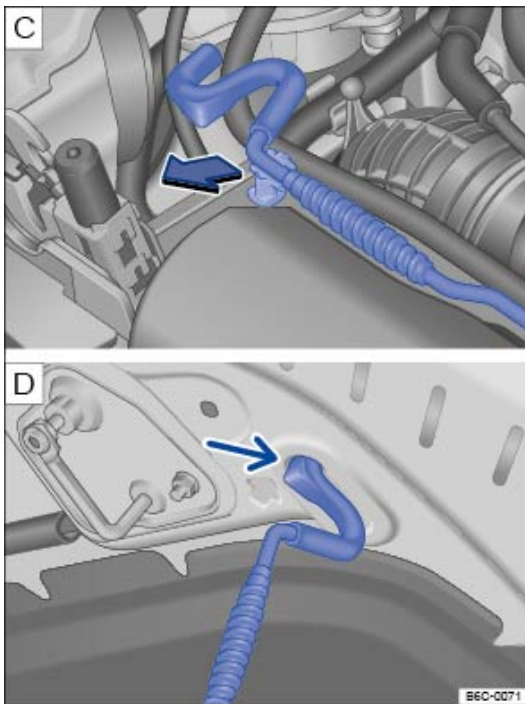

Fig. 183 Dans le compartiment-moteur : béquille de capot-moteur dans la fixation. Sur le capot-moteur : logement pour béquille de capot-moteur
- Retirez la béquille de capot-moteur de sa fixation ⇒ Fig. 183  dans le sens de la flèche et mettez-la en place dans l'ouverture ⇒ Fig. 183 .
- Décrochez la béquille de capot-moteur de l'ouverture ⇒ Fig. 183  et enfoncez-la dans la fixation ⇒ Fig. 183 .